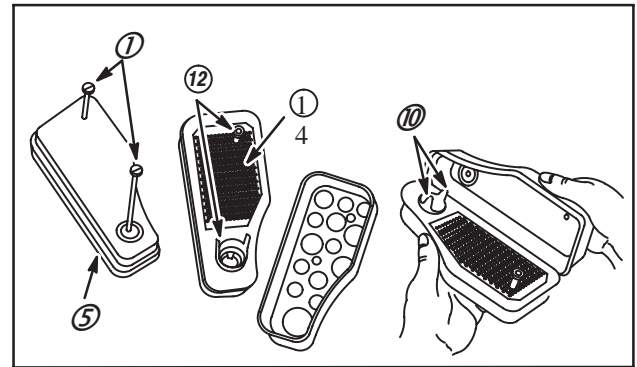

Fig. 15
1. Retirer la ou les vis (1) et sortir l'ensemble du filtre à air.
3. Nettoyer la ou les entretoise(s), le support d'élément, l'écran, la coupelle (3), le corps (4) et le couvercle (5) (si utilisé).
4. Nettoyer l'élément Oil Foam® (6), de la manière décrite à la page 10.
5. Insérer le support d'élément (15), s'il est utilisé, dans le corps (4), en s'assurant que l'admission d'air du carburateur est alignée avec la découpe dans le carter de ventilation. Placer l'élément Oil-Foam® et l'écran de dérivation dans le corps. Monter l'un des points bas (2) vers le côté étroit de l'élément. S'assurer que la lèvre (7) de l'élément Oil-Foam® recouvre partout le bord du corps de filtre à air afin de former un joint de protection.
6. Installer la ou les entretoise(s) (12), languettes dirigées vers le haut (le cas échéant), Fig. 15. Installer l'écran (14), la grille de dérivation (13) et la coupelle (3) (si elle est utilisée).
8. Placer le joint (8) du filtre à air entre le corps (4) et le carburateur puis réinstaller l'ensemble du filtre à air sur le carburateur.